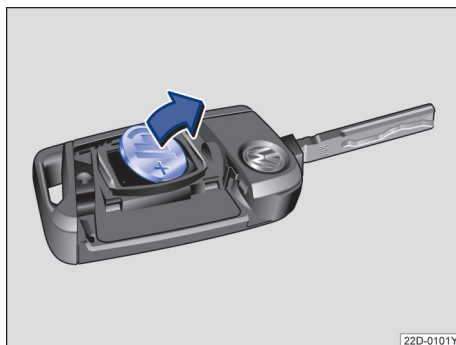

图 55 汽车钥匙：取出旧电池
- 用一合适的扁平器具从电池盒里撬出电池→图 55。
- 安放新电池，然后沿→图 55 箭头相反方向将其推入电池盒内→②。